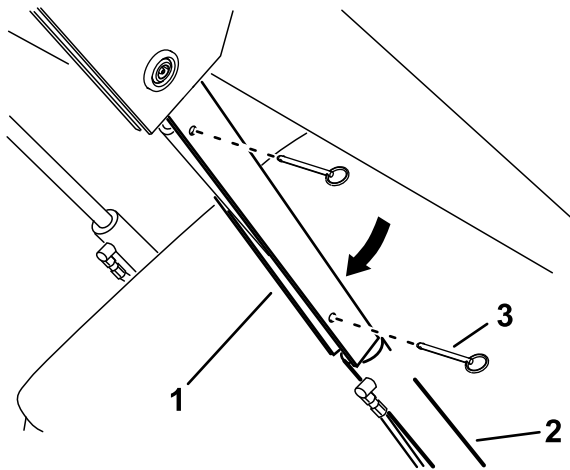

Figure 37
5. Glissez le dispositif de blocage de vérin sur la tige du vérin (Figure 37).